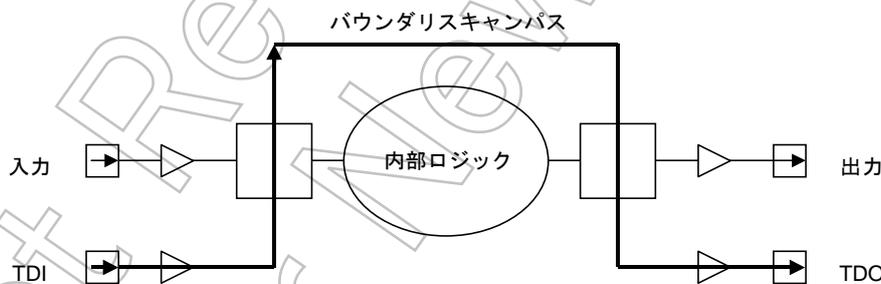

図 20-10 PRELOAD が選択されているときのテストデータの流れ
- PRELOADは他の命令を選択するまえに、バウンダリスキャンレジスタを初期化するのに使います。例えば、前に述べたようにEXTEST命令を選択するまえにPRELOADを用いてバウンダリスキャンレジスタを初期化します。PRELOADはシステムロジックの通常動作に影響を与えずに、バウンダリスキャンレジスタにデータをシフトします。図 20-10にSAMPLE/PRELOAD命令のPRELOADを実行しているあいだのデータの流れを示します。